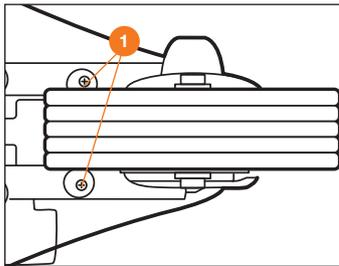
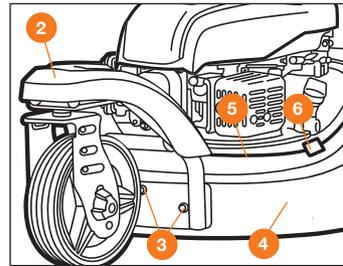

Рис. 3
Рис. 4
Для модели L 50SR / DLM 5100SR установите переднее колесо на защитный кожух и закрепите двумя винтами ① (Рис. 3). Закрепите колесо с кожухом ② на деке газонокосилки ④ тремя болтами и гайками ③ (внимание, болты устанавливайте с внутренней стороны деки, гайки накручивайте с внешней, со стороны колеса), закрепите трос блокировки поворота колеса ⑤ клипсой ⑥ (Рис. 4).